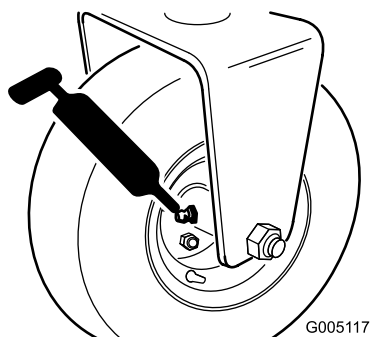

Figura 31
- Conjunto do cubo do cilindro traseiro ou, se instalado com um kit de tração às 3 rodas, engates da roda traseira e rolamento esférico externo (1) (Figura 31)